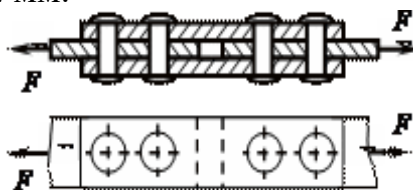

Рисунок 3
3. Рассчитать количество заклепок диаметром $d = 4$ мм, необходимое для соединения двух листов двумя накладками (см. рис.3). Материалом для листов и заклепок служит дюралюминий, для которого $R_{bs} = 110$ МПа, $R_{bp} = 310$ МПа. Сила $F = 35$ кН, коэффициент условий работы соединения $\gamma_b = 0,9$; толщина листов и накладок $t = 2$ мм.